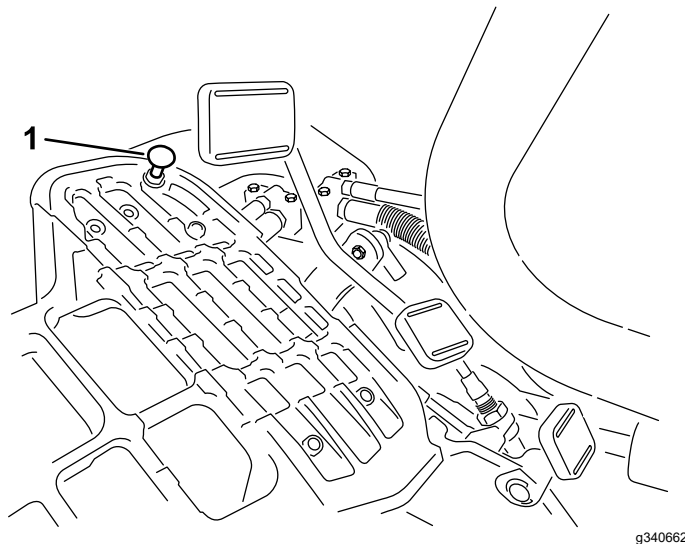

Bild 39
Stellen Sie den Funktionsschalthebel in die TRANSPORT-Stellung und treten Sie auf das Fahrpedal, um die maximale Transportgeschwindigkeit zu erreichen. Wenn das Pedal den Anschlag erreicht (Bild 39), bevor das Kabel gespannt ist, führen Sie folgende Einstellungsschritte aus:
1. Stellen Sie den Funktionsschalthebel in die TRANSPORT-Stellung. Lösen Sie die Sicherungsmutter, mit der der Pedalanschlag an der Bodenplatte befestigt ist (Bild 39).